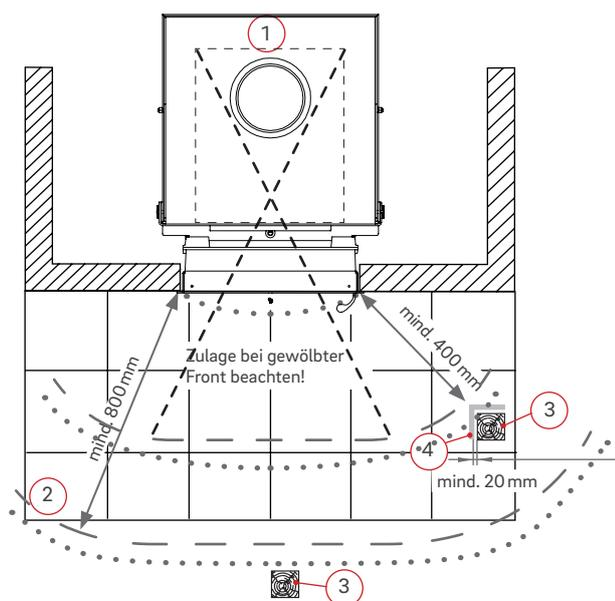

Abb.:5 Schutz von brennbaren Bauteilen im Strahlungsbereich der Feuer-
- Von der Feuerraumöffnung müssen nach vorn, nach oben und zu den Seiten mindestens 800 mm Abstand zu Bauteilen aus brennbaren Baustoffen oder brennbaren Bestandteilen sowie zu Einbaumöbeln eingehalten werden; bei Anordnung eines auf beiden Seiten belüfteten Strahlungsschutzes genügt ein Abstand von 400 mm. Dabei muss der belüftete Abstand des Strahlungsschutzes mindestens 20 mm betragen (Abb.: 5).